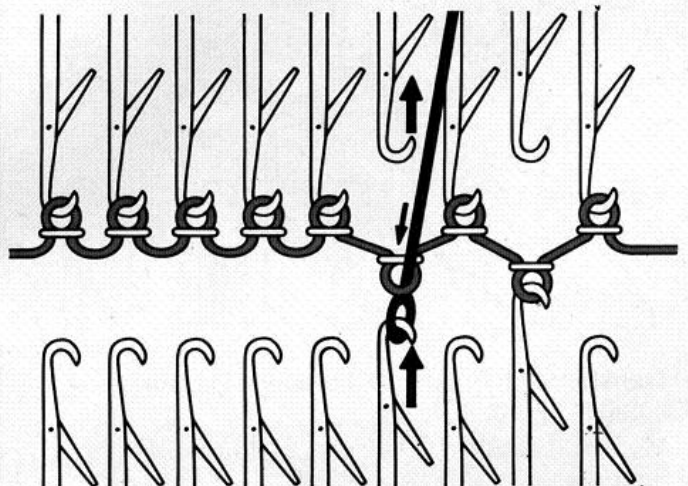

Fig. 44
- Introduire le chas de l'autre extrémité du poinçon dans le crochet de l'aiguille en B de la fonture avant (fig. 44).